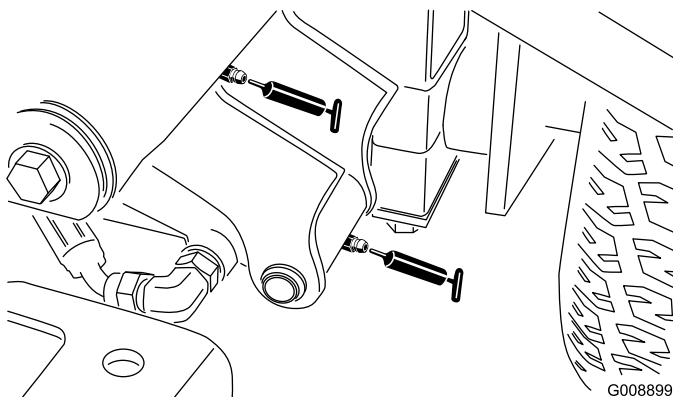

Figura 49
- Perno del braccio di sollevamento sinistro anteriore e cilindro di sollevamento (2) (Figura 49)